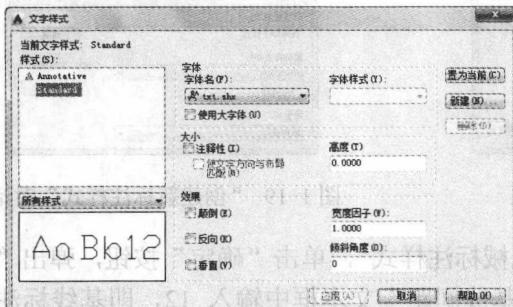

图 1-14 “文字样式”对话框
1. 单击“注释”面板“文字样式”按钮，弹出如图 1-14 所示的“文字样式”对话框，系统默认的文字样式名为 txt.shx。